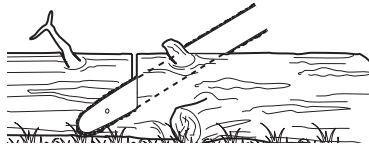

Fig. 32
1. Siga estas sencillas indicaciones para facilitar el corte. Cuando el tronco está apoyado en toda su longitud (Fig. 32), se corta por la parte superior (overbuck).